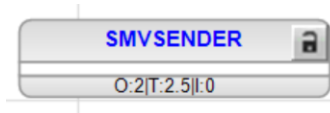

Imagen 359_Bloque SMVSENDER.
5.2.4 En la ventana de “*Object Types*” buscaremos el bloque “*SMVSENDER*”. Teniendo así el siguiente bloque como en la **Imagen 359**: